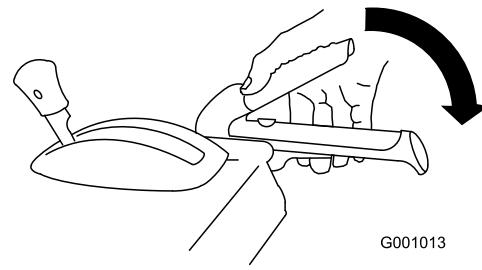

Bild 28
2. Kuppeln Sie den Räumwerk- bzw. Gebläseradhebel ein und halten ihn fest (Bild 28).